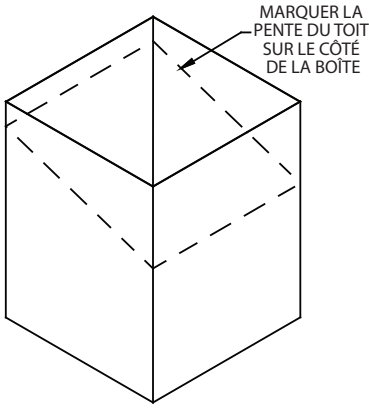

Figure 28
1. Marquer une ligne sur les côtés du boîtier de support de plafond cathédrale correspondant à la ligne de pente du toit comme illustré à la (**Figure 28**). Laisser le boîtier de support dépasser d'au moins 5cm (2 po) sous le côté inférieur du plafond fini.